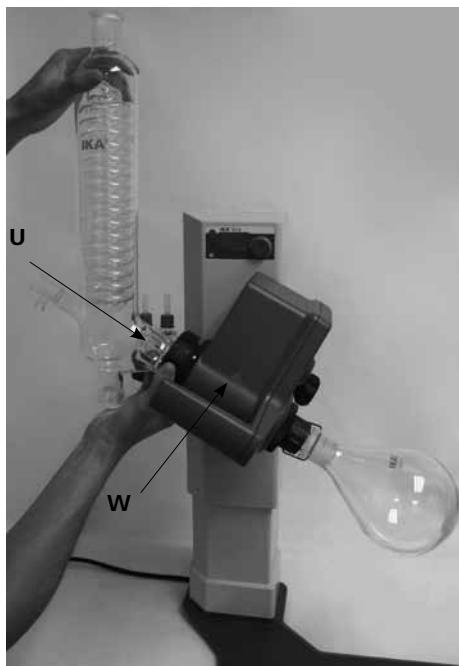

Fig.18
- Positionieren Sie den Kühler am Rotationsantrieb (**W**) und ziehen Sie die Überwurfmutter handfest an. (Fig.18)